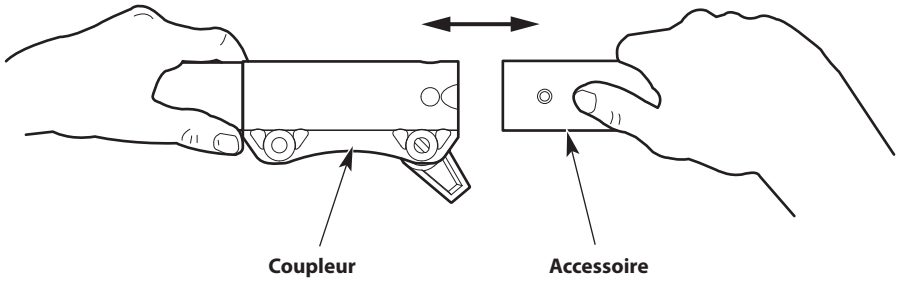
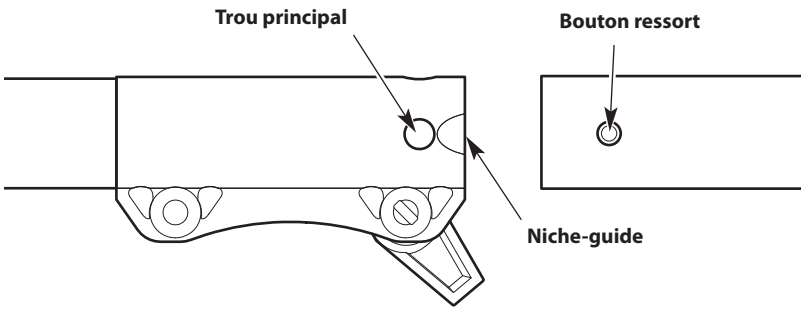

Fig. 6
Fig. 7
4. Alignez le bouton de déclenchement avec la rainure de guidage (Fig. 7).
5. Poussez l'accessoire directement dans le coupleur (Fig. 6) jusqu'à ce que le bouton de déverrouillage s'enclenche fermement dans l'orifice principal (Fig. 7).
3. Appuyez et maintenez enfoncé le bouton de déclenchement (Fig. 7).
4. Retirez l'accessoire du coupleur (Fig. 6).